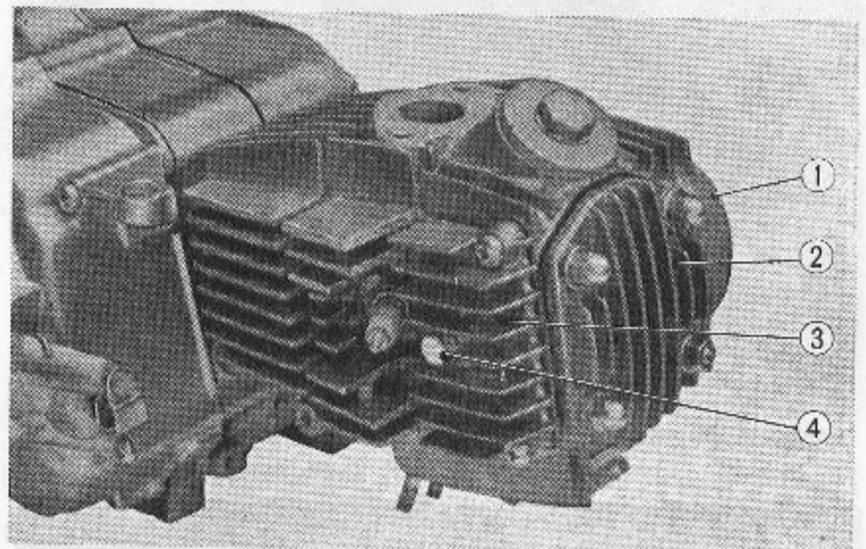

Abb. 3.18 Rechten und linken Zylinderkopfseitendeckel und Zylinderkopfdeckel abbauen
(3) Rechten und linken Zylinderkopfseitendeckel trennen, indem die 6×111 mm Bolzen von der rechten Seite und beide 6 mm Sechskantbolzen von der linken Seite gelöst werden. (Abb. 3.18)